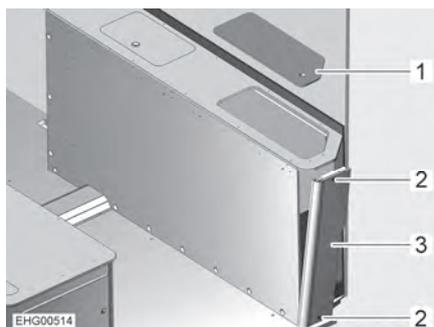

Fig. 121 Cassone letto a destra
- Rimuovere il coperchio di servizio (Fig. 121,1).
- Svitare le 2 viti (Fig. 121,2).
- Accedere al cassone letto dall'alto e spingere leggermente il pannello laterale (Fig. 121,3) verso l'esterno.